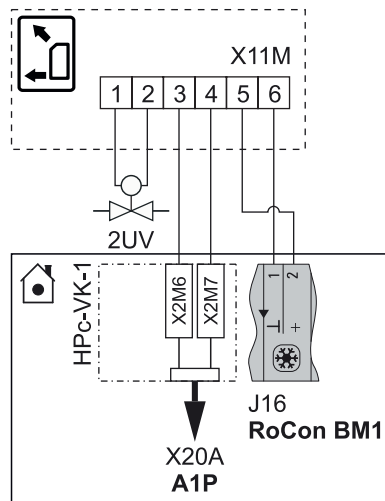

Fig. 4-33 Raccordement ROTEX HP convector au système ROTEX HPSU compact
- Raccordement électrique du ROTEX HP convector avec l'accessoire suivant, selon la fig. 4-33, sous forme de contact commutateur (chauffage / refroidissement) sur le module de base.